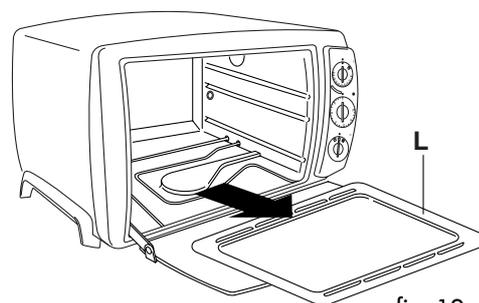

fig. 12
Sfilare il vassoio raccoglibriciole (L) tirando verso se stessi (vedere fig. 12). Se l'operazione risultasse complicata, inumidire le parti esterne del vassoio. Rimuovere l'eventuale sporco con un panno umido. Asciugare bene e quindi **reinsere il vassoio**.